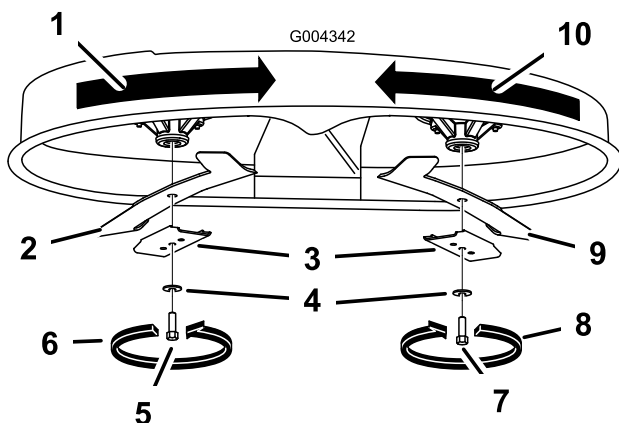

Figura 49
Tenete l'estremità della lama con un cencio o un guanto bene imbottito. Togliete il bullone, la rondella curva, il rinforzo della lama e quest'ultima dall'asse del fusello (Figura 49).
1. Montate la lama sull'asse del fusello (Figura 49).
2. Montate il rinforzo della lama, la rondella curva (lato concavo verso la lama) ed il bullone della lama (Figura 49).